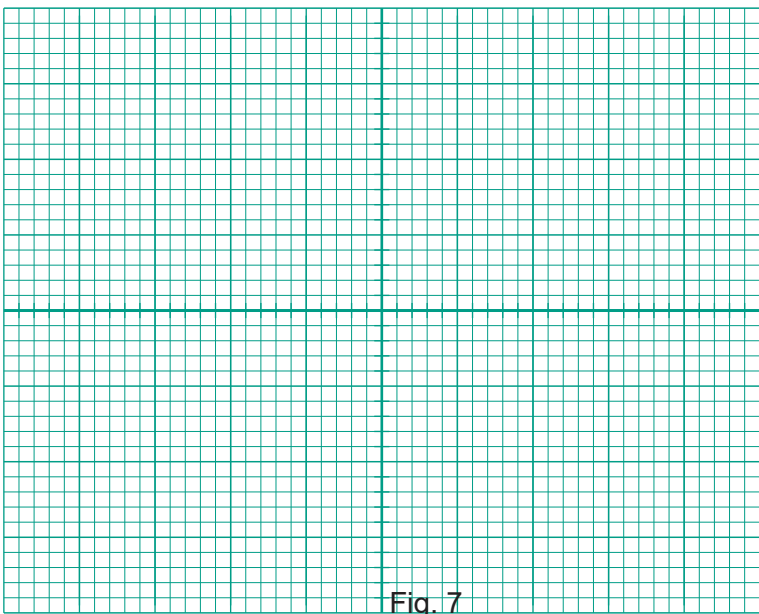

Fig. 7
- 7 Reproduire sur la feuille graduée (figure 7) les oscillogrammes déjà visualisés.